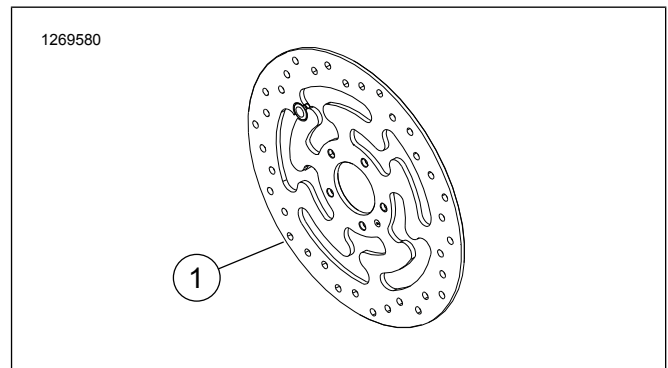

Figura 1. Disco del freno delantero
- Tornillos del disco de freno. Vea la Figura 1 y la Tabla 1.